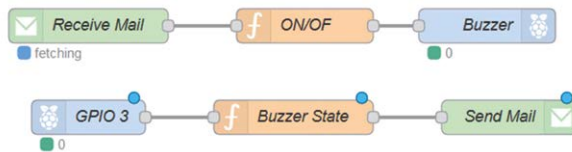

Figure 5.31 Programme de flux du projet
Programme de flux Node-RED : La figure 5.31 montre le programme de flux. Dans ce programme, 6 nœuds sont utilisés : 3 nœuds pour recevoir le courrier électronique et contrôler le buzzer en conséquence, et 3 nœuds pour envoyer l'état du port de buzzer à l'adresse e-mail spécifiée.
- Rejoindre les nœuds comme dans la figure 5.31, et cliquer **Déployer**. Pour tester le programme, envoyer la commande **Sur** à l'adresse e-mail dogantest99@gmail.com, et le buzzer doit être activé. En même temps, le message **Buzzer est activé** sera envoyé à l'adresse de courriel d.ibrahim@btinternet.com (vous devez utiliser vos propres adresses e-mail et mots de passe).